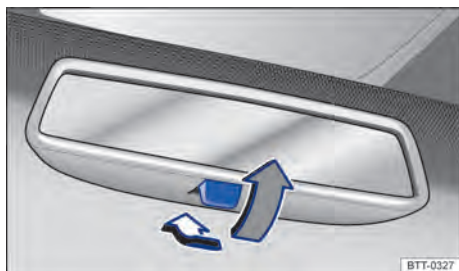

Fig. 80 En el parabrisas: espejo retrovisor interior antideslumbrante manual.
- Posición de noche: tirar de la palanca → **fig. 80** (flecha gris), para evitar el deslumbramiento de los faros de los vehículos que circulan detrás.